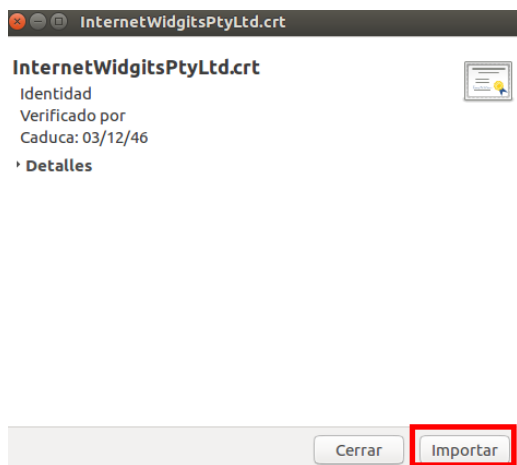

Fig. 22. Pantalla "Importar...".
- Guardar y descargar el archivo donde se desee y ejecutarlo. Se mostrará una pantalla como la que muestra la imagen de la Fig. 22. Hacer clic en "Importar...".